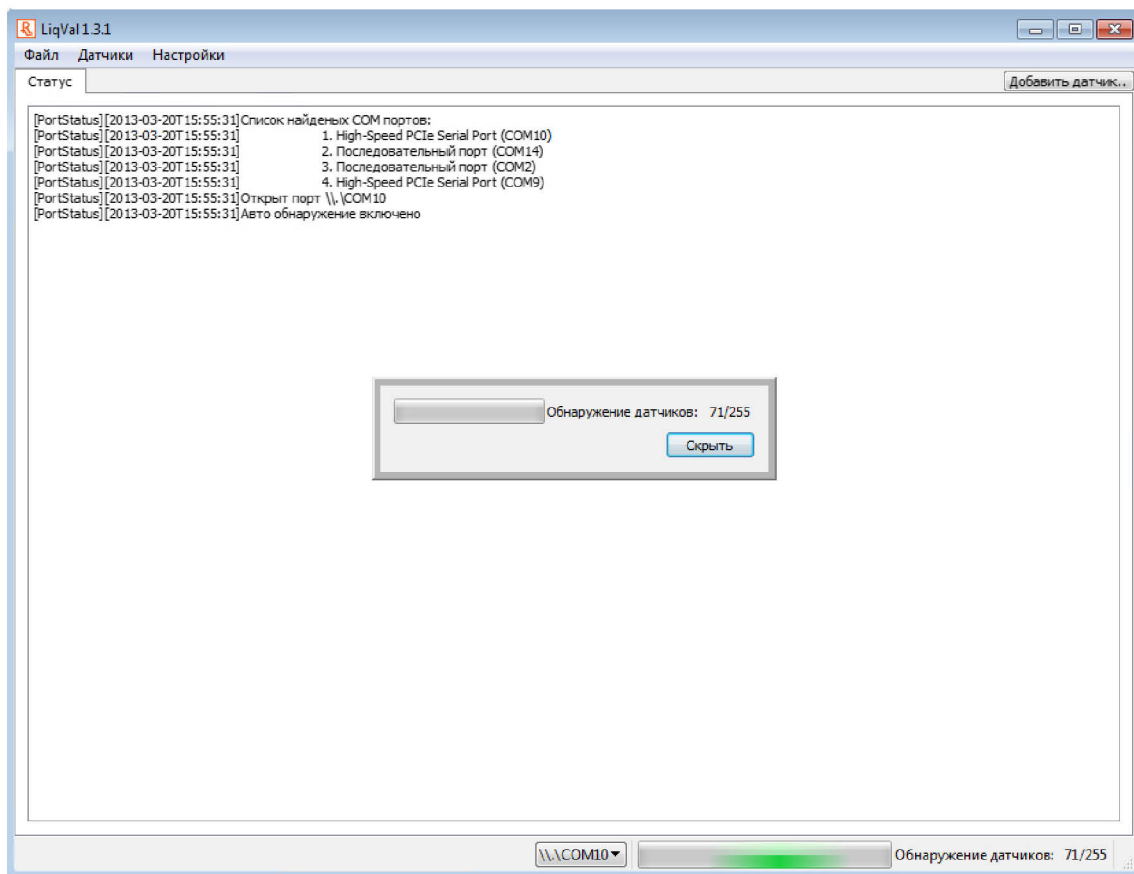

Рисунок 4. Вид окна программы после запуска
3. Запустить на компьютере ПО, откроется окно (рисунок 4). Программа автоматически произведет попытку подключения к датчику, используя настройки соединения из предыдущего сеанса связи или настройки по умолчанию, если программа на данном компьютере запускается впервые.